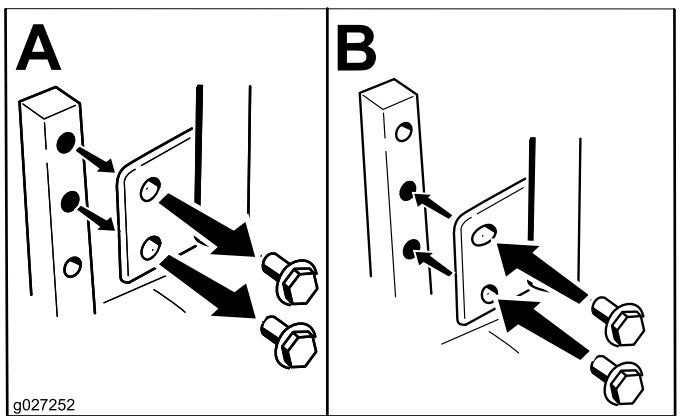

Figure 12
2. Desserrez le boulon inférieur jusqu'à ce qu'il soit possible de faire pivoter le levier de commande en avant ou en arrière (Figure 12).
Vous pouvez ajuster la hauteur des leviers de commande de déplacement en fonction de votre taille (Figure 12).